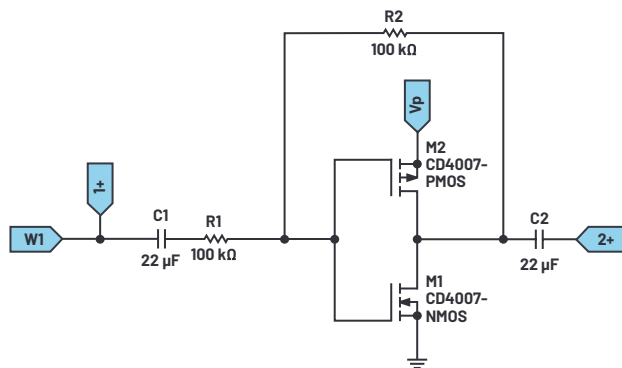
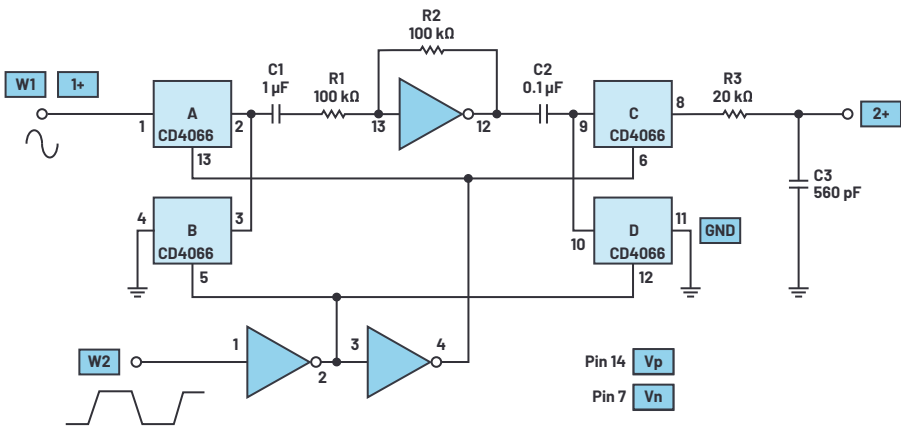

图6. 单级放大器
图12. 斩波放大器
使用无焊面包板构建图6所示的放大器电路。
CD4069A(UB)无缓冲十六通道CMOS反相器和CD4066四通道模拟开关用作斩波放大器的元件。参考图12可以确定该电路的各种功能。图12左下方的两个反相器产生一个方波及其互补信号，以驱动CD4066的开关控制。这些方波驱动开关，开关A和B在输入端用作单刀双掷开关，而开关C和D在输出端执行相同的功能。图12中间的另一个反相器用作交流耦合放大器，类似于我们刚刚在图6中看到的。
- ▶ 对于图6所示的电路，从输入源W1到反相器输出端看到的输出的增益是多少？
- ▶ 哪些元件决定了图6所示电路的增益？